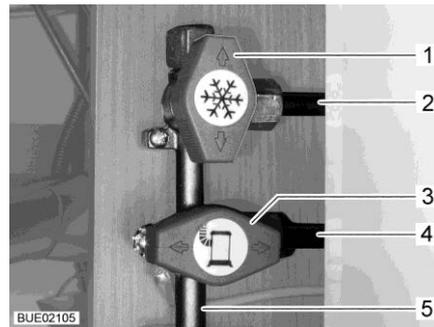

Fig. 180 Posición de las válvulas de paso de gas (ejemplo)
- Abrir:** ■ Poner la válvula de paso de gas del equipo de gas correspondiente en posición paralela (Fig. 180,3) a la tubería (Fig. 180,4) que conduce al equipo de gas.
- Cerrar:** ■ Poner la válvula de paso de gas del equipo de gas correspondiente en posición transversal (Fig. 180,1) a la tubería (Fig. 180,2) que conduce al equipo de gas.